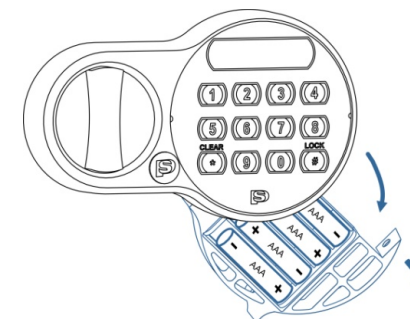

Рис. 5.1
- Выкрутите винт при помощи отвертки и выдвиньте батарейный отсек. Рис. 5.1. Для удобства бокс с батареями может быть выдвинут вверх.